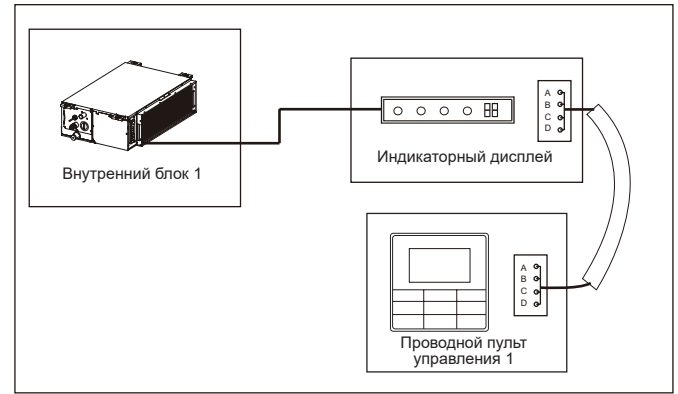

Рисунок 7.9
- Используйте один проводной пульт управления для управления одним внутренним блоком (см. рисунок 7.9).